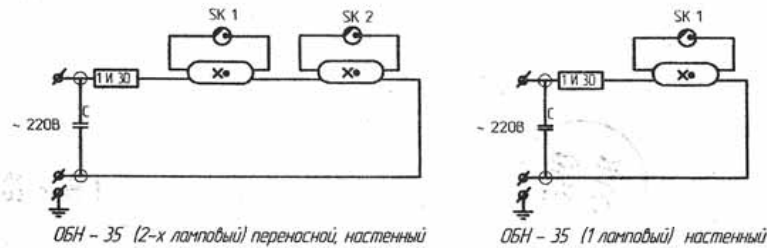

Рис. 3. Принципиальная электрическая схема облучателей бактерицидных
- 3.5 Закрепить корпус облучателя к опорной поверхности шурупами 4x35 ГОСТ 1144-80 по разметке согласно рис. 3 на высоте не менее 2 м от пола.